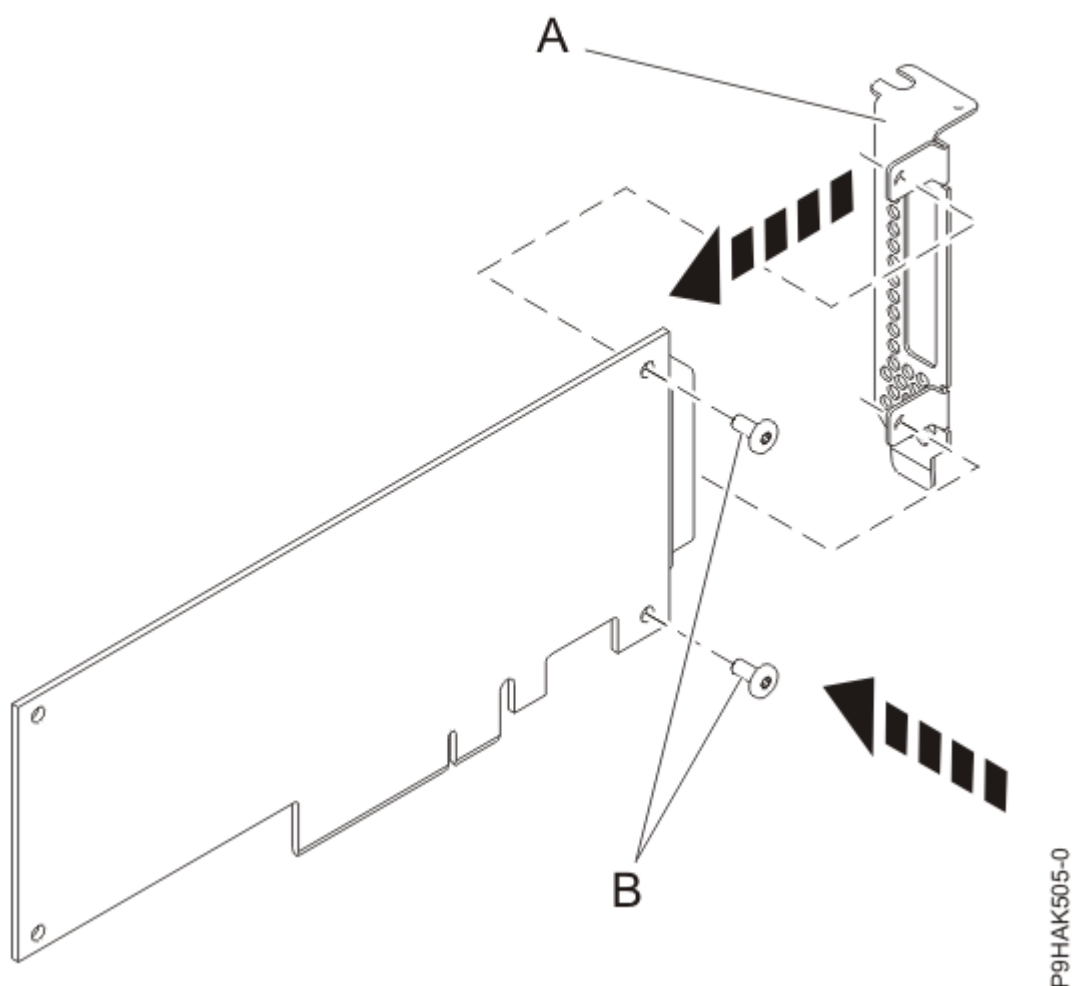

図 68. アダプターへのロープロファイル・テール・ストックの取り付け
14. 92 ページの図 68 に示すように、プラスのねじ回しと 2 個の留めねじ (**B**) を使用して、障害の発生したアダプターのテール・ストック (**A**) を新しいアダプターに取り付けます。